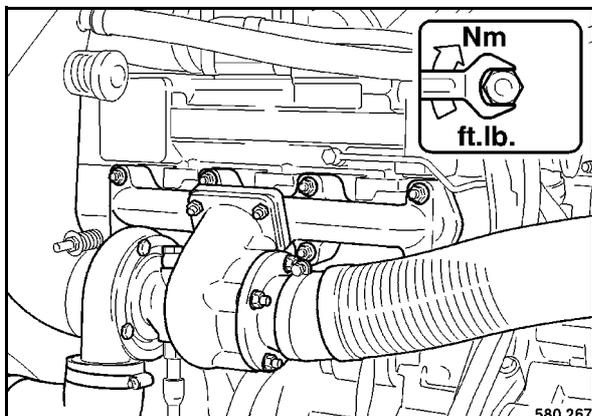

Fig. 205
- Stringere i fissaggi dei tubi d'aspirazione e di scarico (Fig. 205) sulle teste cilindriche.